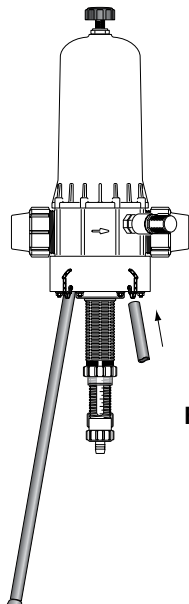

Fig. 1
- Introdurre il supporto negli orifici previsti a tale scopo (**Fig. 1**).